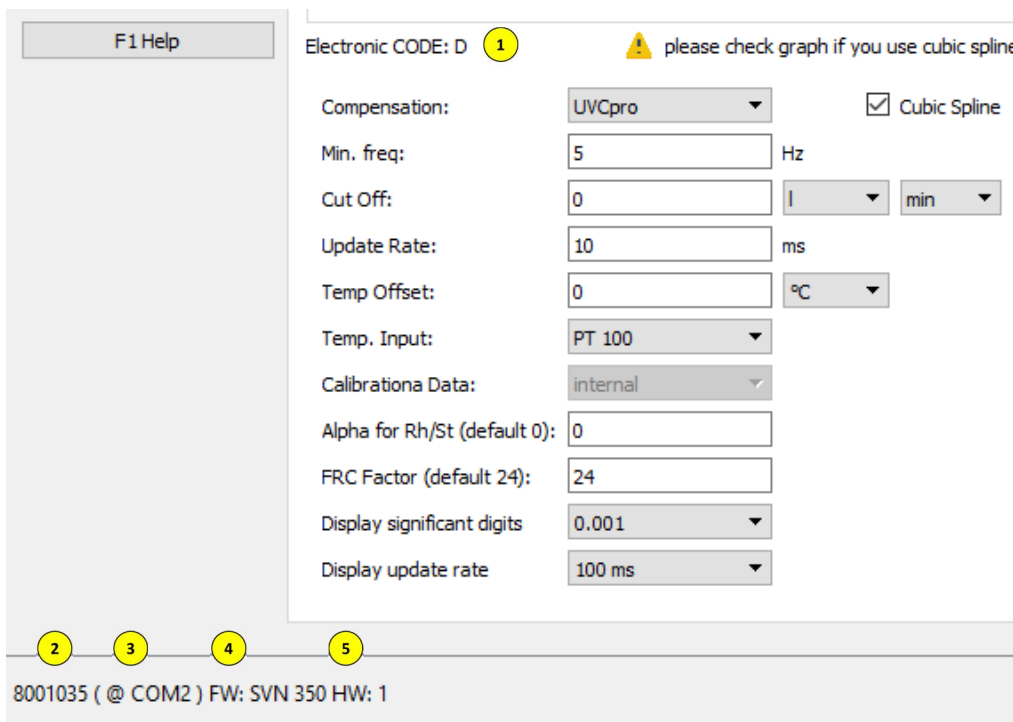

Abb. 1 Informationselemente der Software
**(1) Konfigurationscode der Hardware [Abb. 1 ]**
**(3) COM-Port [Abb. 1 ]**
**(2) PCB-Seriennummer [Abb. 1 ]**
**(4) Firmware Rev. [Abb. 1 ]**
**(5) Firmware Rev. [Abb. 1 ]**